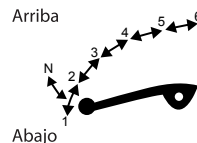

Imagen 37. Cambio de velocidades.
4. Meter la primera velocidad oprimiendo el pedal de cambio de velocidades. Ver imagen 37.
9. Seguir el mismo proceso para meter el siguiente cambio de velocidad. Ver imagen 37.